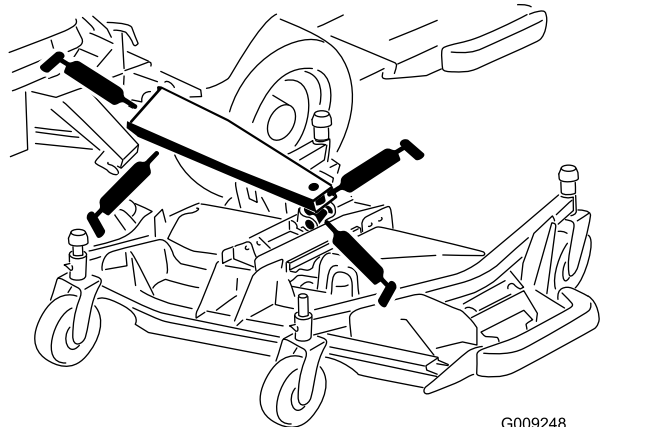

Figura 86
- 3 casquilhos do braço de elevação principal (Figura 86)
- 1 casquilho do cilindro de elevação (Figura 86)